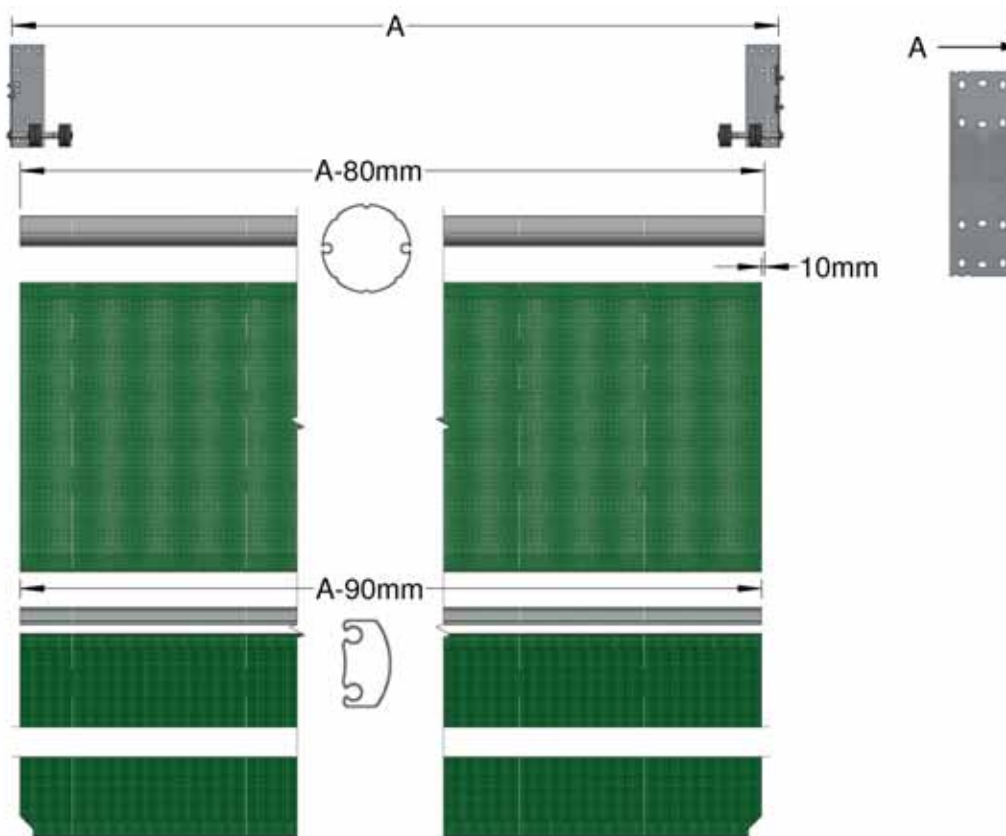

Figure 4a, longueurs de découpe standards des tubes et du tissu
3a. S'il est nécessaire de couper votre porte, mesurez l'espace de lumière entre la face interne des supports supérieurs (A) et découpez en suivant les règles suivantes (figure 4a). Ne coupez pas le volet inférieur et le tube inférieur pour le moment.